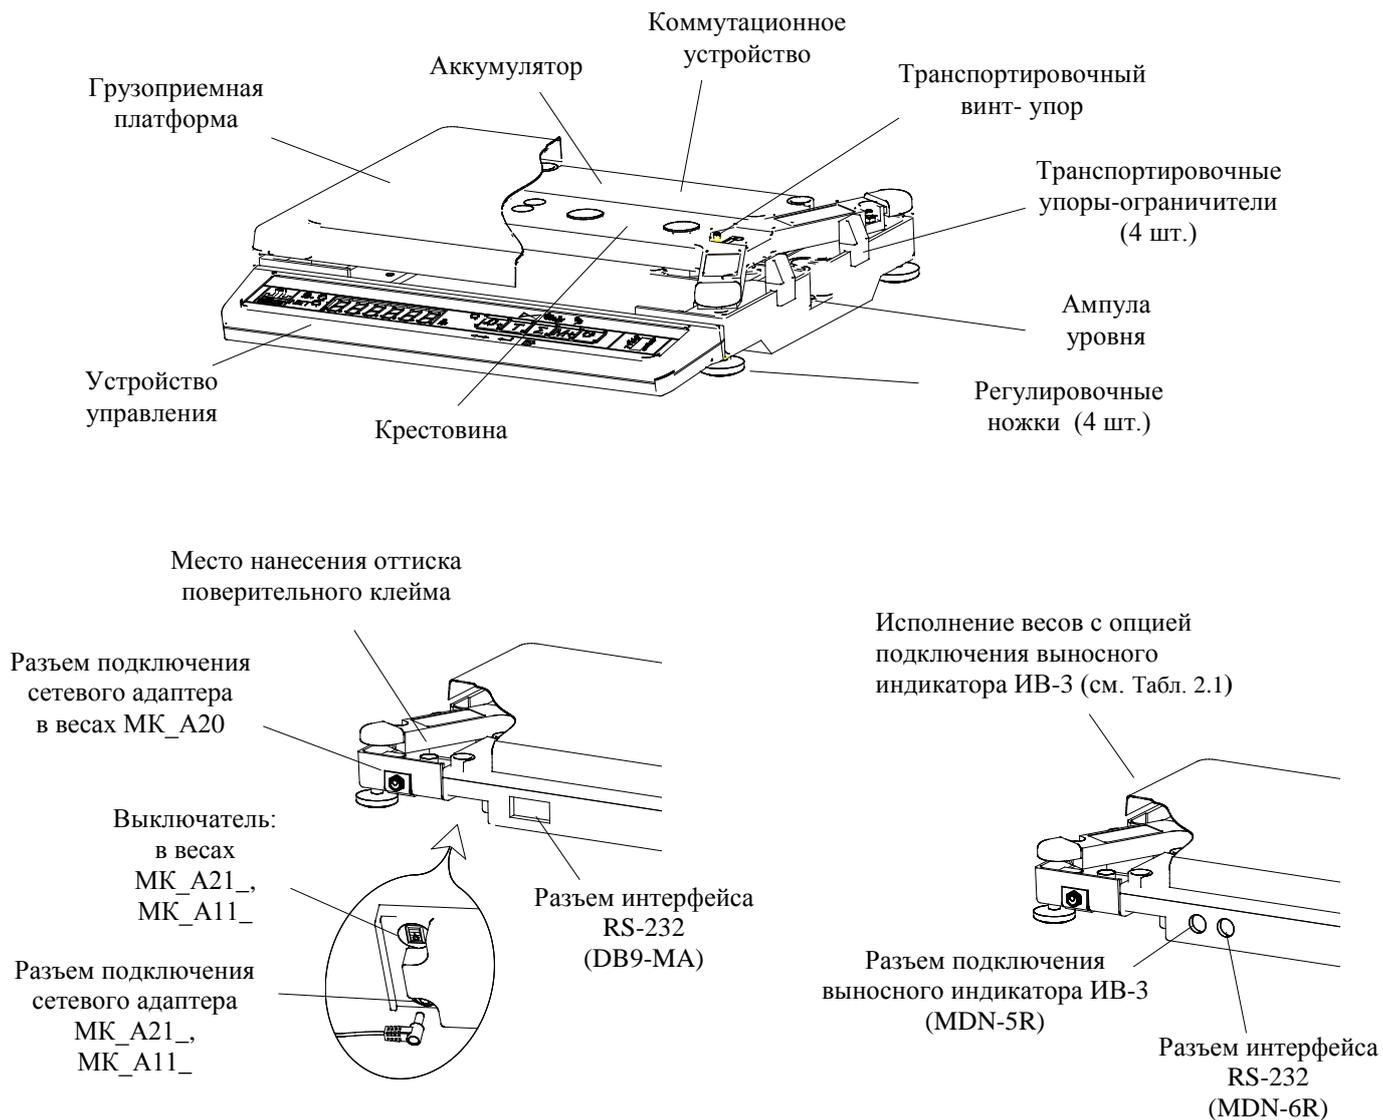
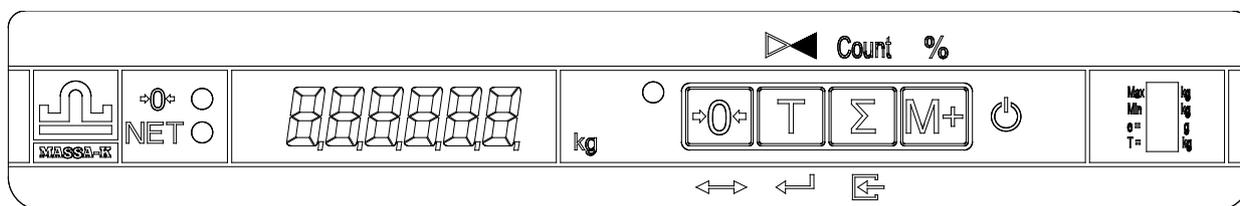

Рис. 5.1 - Весы МК_A_
Рис. 5.2 - Лицевая панель весов
Конструкция весов представлена на Рис. 5.1. Расположение элементов индикации и кнопок клавиатуры приведено на Рис. 5.2.
6.2 Снять грузоприемную платформу с весов и убрать транспортировочные упоры - ограничители (Рис. 5.1).